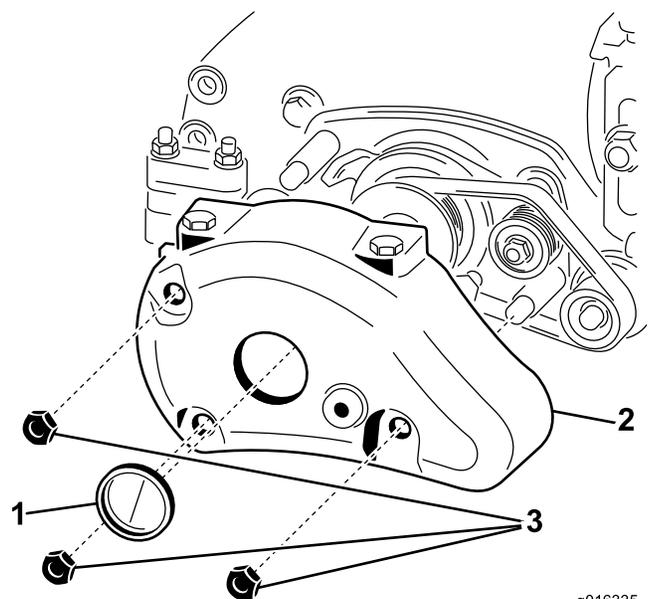

Figura 14
3. Togliete i 3 dadi e il coperchio del groomer dall'estremità dell'elemento di taglio; vedere Figura 14. Spingete dall'interno, rimuovete il tappo dal foro grande al centro del coperchio del groomer.
4. Fissate nuovamente il coperchio del groomer sull'elemento di taglio con i dispositivi di fissaggio rimossi precedentemente; vedere Figura 14.